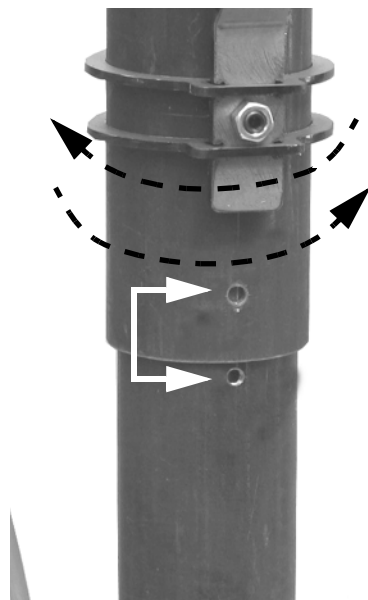

Fig. 15
- 2 Abbassare la parte terminale della testa di combustione, muovendola con leggera rotazione alternata, fino a che i fori indicati coincidono (Fig. 15) e fissare la vite indicata in Fig. 16.